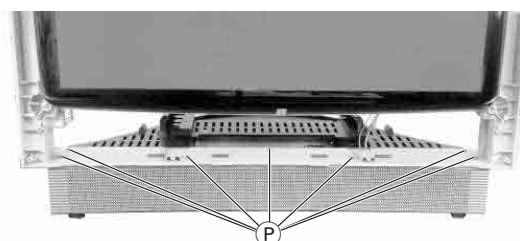

Fig. 13
- 7 Schrauben **P** entfernen und Unterteil abnehmen (Fig. 13).
- Undo 7 screws **P** and remove the bottom (Fig. 13).